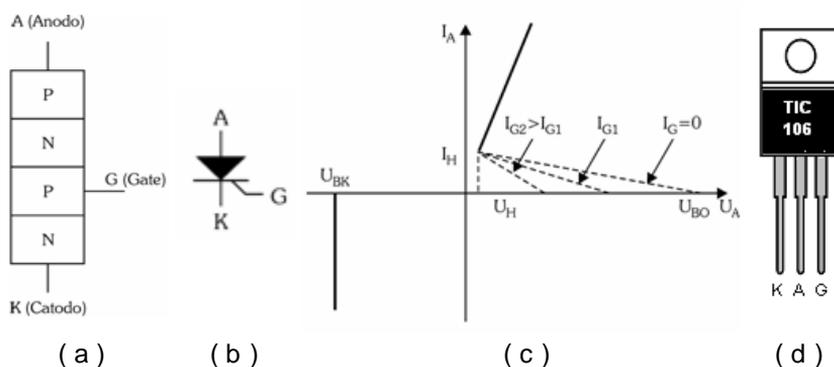

Figura 1: SCR (a) estrutura física (b) símbolo (c) curva característica (d) aspecto físico
O SCR ou Retificador Controlado de Si (*Silicon Controlled Rectifier*) é um semicondutor construído com 4 camadas alternadas (PNPN) e com três terminais: Anodo (A), Catodo (K) e Gate ou Porta (G). A Figura 1 mostra o aspecto físico simplificado, o símbolo e a curva característica.